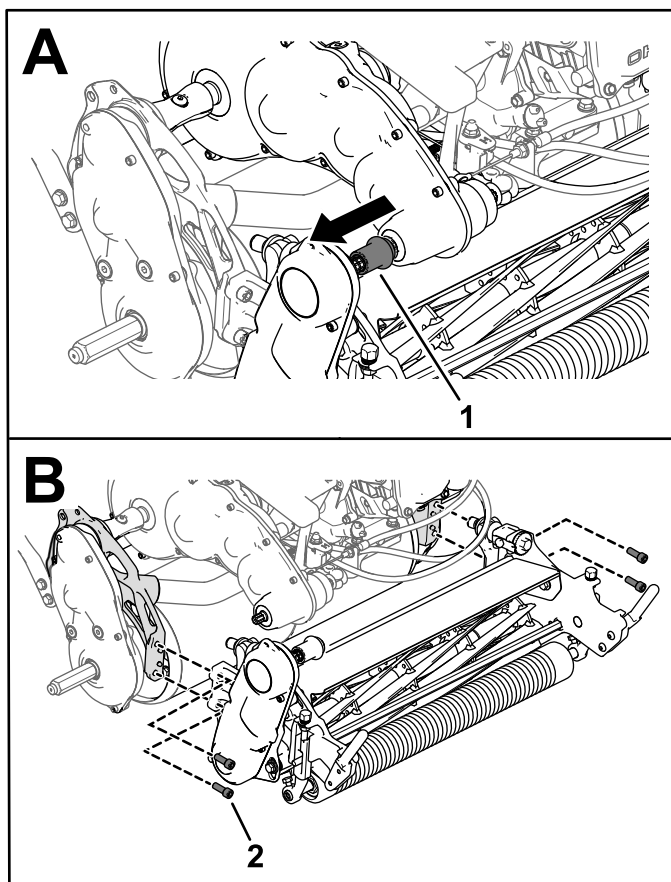

Figura 51
3. Solte o acoplador da unidade de corte do eixo de transmissão (Figura 51).
4. Remova os parafusos de cabeça cilíndrica que prendem a unidade de corte à estrutura (Figura 51).